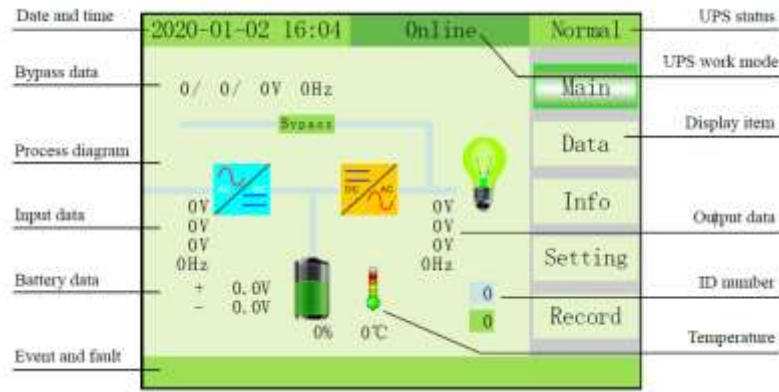

Fig. 4-2 Interfaz principal
- 1) MAIN: Aparece la interfaz principal siguiente cuando se conecta la energía o el sistema se arranca en frío (Fig. 4-2). Muestra un gráfico de estado del SAI.